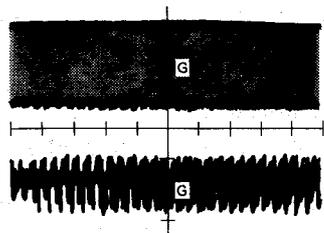

Abb. 37
- Für Abbildung 37: Wenn der AT-Servo vibriert (AT-Verstärkung zu groß) – VR351 nach unten verstellen.